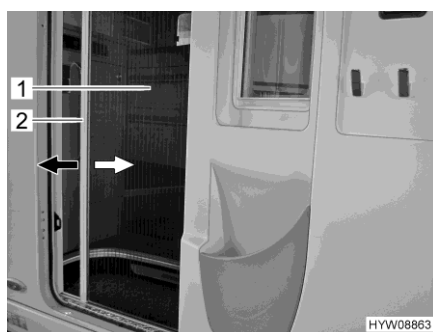

Fig. 18 Moustiquaire (porte cellule)
- Saisir la barre-poignée (Fig. 18,2) avec les deux mains et tirer la moustiquaire (Fig. 18,1) de manière régulière en dehors de son logement dans la porte.
- Saisir la barre-poignée (Fig. 18,2) avec les deux mains et repousser la moustiquaire (Fig. 18,1) d'une légère pression dans son logement dans la porte.